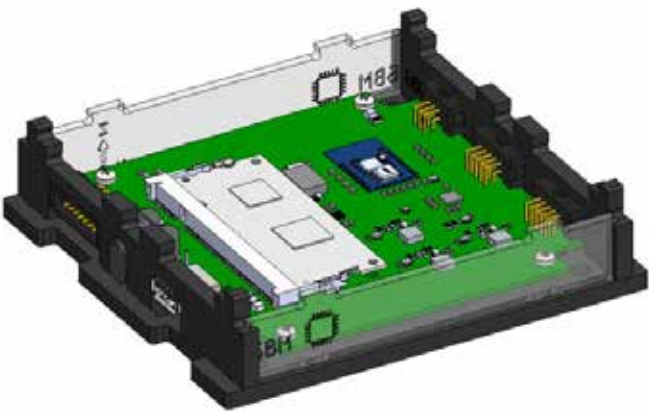

Рисунок 22. Крепление двух панелей
4) Закрепить две прозрачные панели на нижнем основании. Для этого каждую панель провести по направляющим в стенках до основания и защелкнуть. Соблюдать расположение и ориентацию прозрачной панели с осями как на рисунке ниже (рисунок 22):